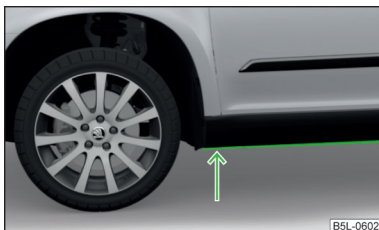

Fig. 130
- Înainte de traversarea zonei inundate, stabiliți adâncimea apei. Nivelul apei poate să ajungă maxim până la marginea inferioară a pragului » fig. 130.